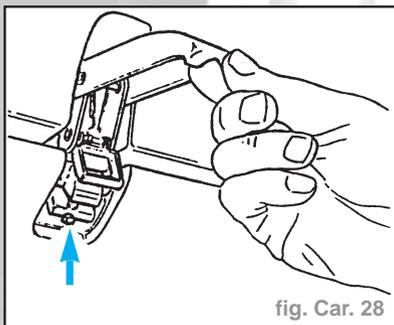

fig. Car. 28
- Agir sur la vis de réglage alors que le panneau de toit est positionné au centre de l'ouverture du hard-top (fig. Car. 28).